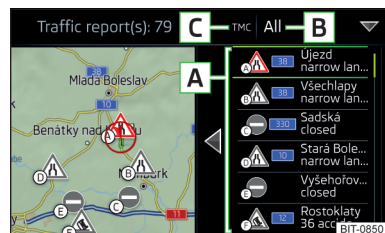

Fig. 189
En la lista de los boletines de tráfico, así como en el mapa se realiza la visualización de máximo 6 avisos, los cuales están previstos con una letra y el símbolo de una obstrucción del tráfico (p.ej. , ,) [\[A\]](#) » fig. 189.
En la posición **[C]** » fig. 189 pueden visualizarse los siguientes símbolos.
- **Si se realiza una guía al destino** - después de pulsar la superficie funcional **[B]** » fig. 189 pueden seleccionarse pulsando la superficie funcional **Todas las áreas** todos los boletines de tráfico, o pulsando la superficie funcional **Ruta**, sólo los boletines de tráfico que existen en la ruta, en el menú visualizado.